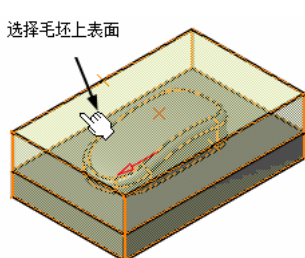

图 3-14 创建安全平面 (1)
- 单击 Safety plane 按钮 , 系统提示 “Select a planar face or point to define the safety plane”, 一般选择毛坯上表面, 系统创建安全平面 (1) 如图 3-14 所示。